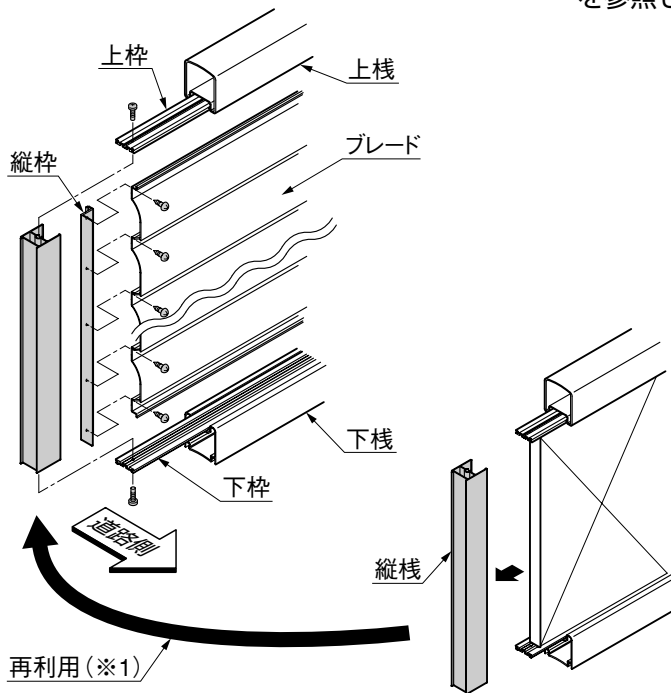

図3-3 切詰めた余りの本体
- ① 上・下棧、上・下枠を、切詰めの長さ分切断してください。
- ② 切詰めた本体のブレードの切断および、上・下棧の孔加工を行なってください。(「1.本体の切断」、「2-1 上棧・下棧の場合」参照)
- ③ ブレードの孔加工を行なってください。(「2-2 ブレードの場合」参照)
- ④ 切詰めた余りの本体から、縦棧を外してください。(図3-3参照) 縦棧と縦棧取付ネジは再利用してください。(※1)
- ⑤ 以降の取付手順は、「3-3 プリレオR5型・9型の場合」と同様に行なってください。